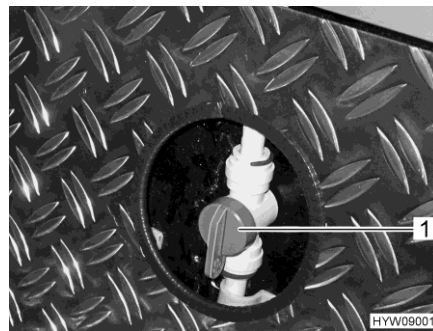

Bild 172 Vorlaufventile (Beheizung Heckgarage)
- Griff (Bild 172,1) am Vorlaufventil für die Heckgaragenheizung parallel zur Heizleitung stellen. Die Heckgaragenheizung arbeitet jetzt mit maximaler Leistung.
- Griff (Bild 172,1) am Vorlaufventil für die Heckgaragenheizung in beliebige Stellung stellen. Die Warmwasserverteilung zur Heckgarage kann auf diese Weise stufenlos eingestellt werden.
- Griff (Bild 172,1) am Vorlaufventil für die Heckgaragenheizung quer zur Heizleitung stellen. Die Heckgaragenheizung ist jetzt ausgeschaltet.